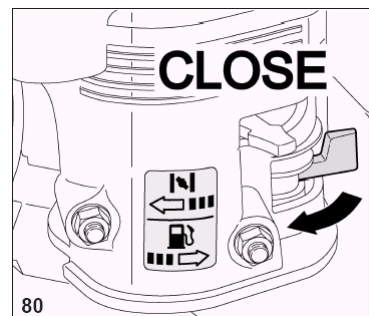

Рис. 24.
3. Перевести рычаг подачи топлива в положение “CLOSE” (против часовой стрелки) (рис. 24).